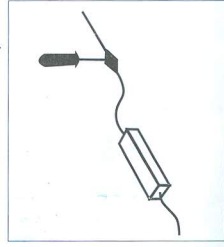

Рис.2
- ▶ Присоедините провода к клеммной колодке с помощью отвертки рис. 2;